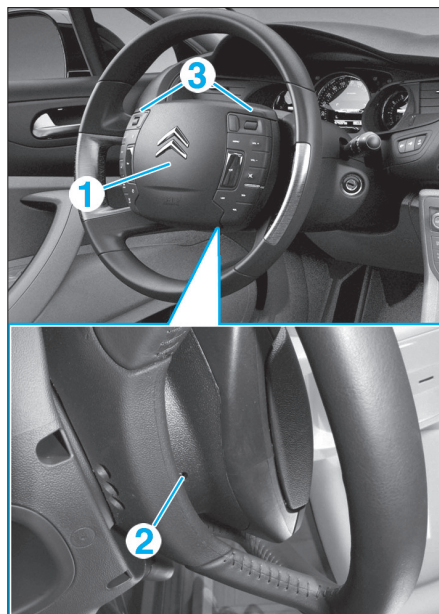

Fig. 1
- Engager un chasse-goupille (diamètre 6 mm) dans l'orifice (2) (Fig.1).
- Dégrafer l'airbag frontal conducteur (1) en tirant vers soi en (3).
- Dégager l'airbag frontal conducteur (1).